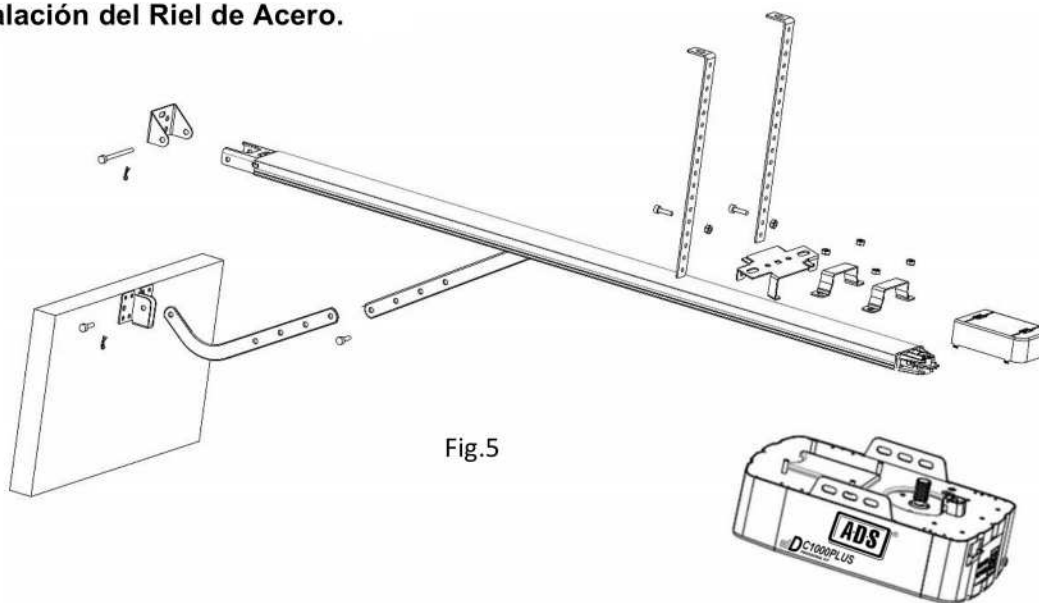
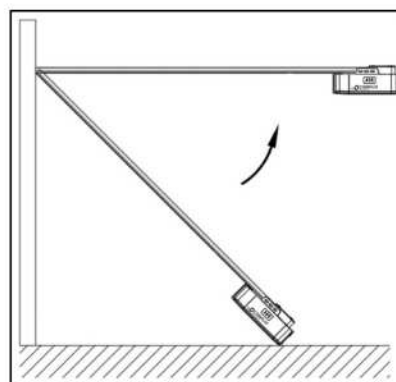

Fig.5
Fig.6
1. Unir el Abrepuertas de Garage al Riel de Acero. Ensamble con las 2 Abrazaderas tipo "U" con las Tuercas Suministradas de 6mm. (Fig.5).
2. Coloque el Abrepuertas de Garage ensamblado con el Riel de Acero centrado sobre el Piso del Garage, con el Abrepuertas de Garage alejado del Portón. Levante la parte de Delantera del Riel hasta el Soporte de la Pared y Fíjelo con el Pasador del Soporte de Pared. (Fig.6).
3. Levante y Apoye el Abrepuertas de Garage con una Escalera, Alinear el Riel con la Línea Central marcada en el Portón, el Riel debe quedar a nivel. Fije el Abrepuertas de Garage y el Riel al Techo mediante los Soportes Tipo "L" (Fig.5) y (Fig.6).